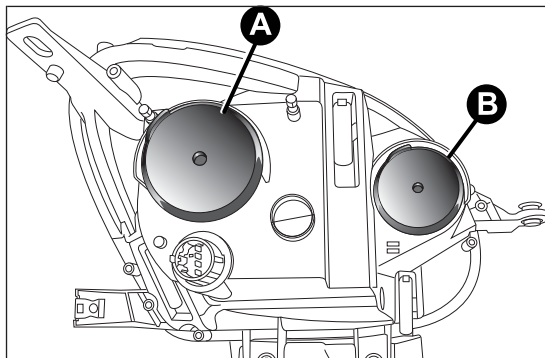

fig. 115
Contienen las lámparas de las luces de cruce, de carretera y de los intermitentes. La ubicación de las lámparas es la siguiente fig. 115:
- ☐ quitar la tapa A fig. 115;
- ☐ por último, volver a montar la tapa A fig. 115.
- ☐ quitar la tapa B fig. 115;